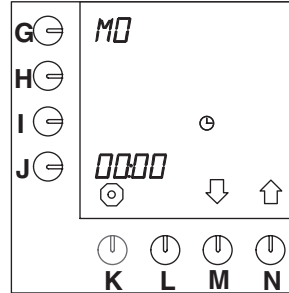

Abb. 31 Aktueller Tag und aktuelle Zeit
- Drücken Sie auf die Wahl taste (N.)↑, bis Abb.31 (Aktueller Tag und aktuelle Zeit) im Display erscheint.
- Die Position für die Stunden beginnt neben der Programmier taste zu blinken (Abb.31).